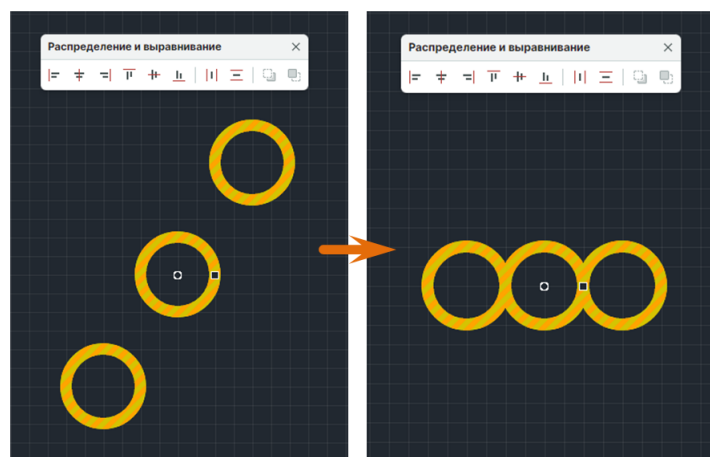

Рис. 374 Выравнивание по середине
2. На панели «Распределение и выравнивание» выберите инструмент «Выровнять по середине», который обозначен символом , см. Рис. 374.